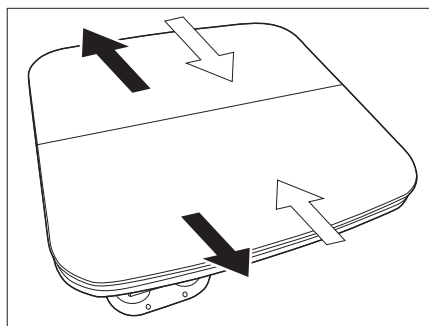

Fig. 108 Separazione delle parti esterne
- Separare le parti esterne del tavolo (Fig. 108 - frecce nere).
- Avvicinare le parti esterne del tavolo (Fig. 108 - frecce bianche).